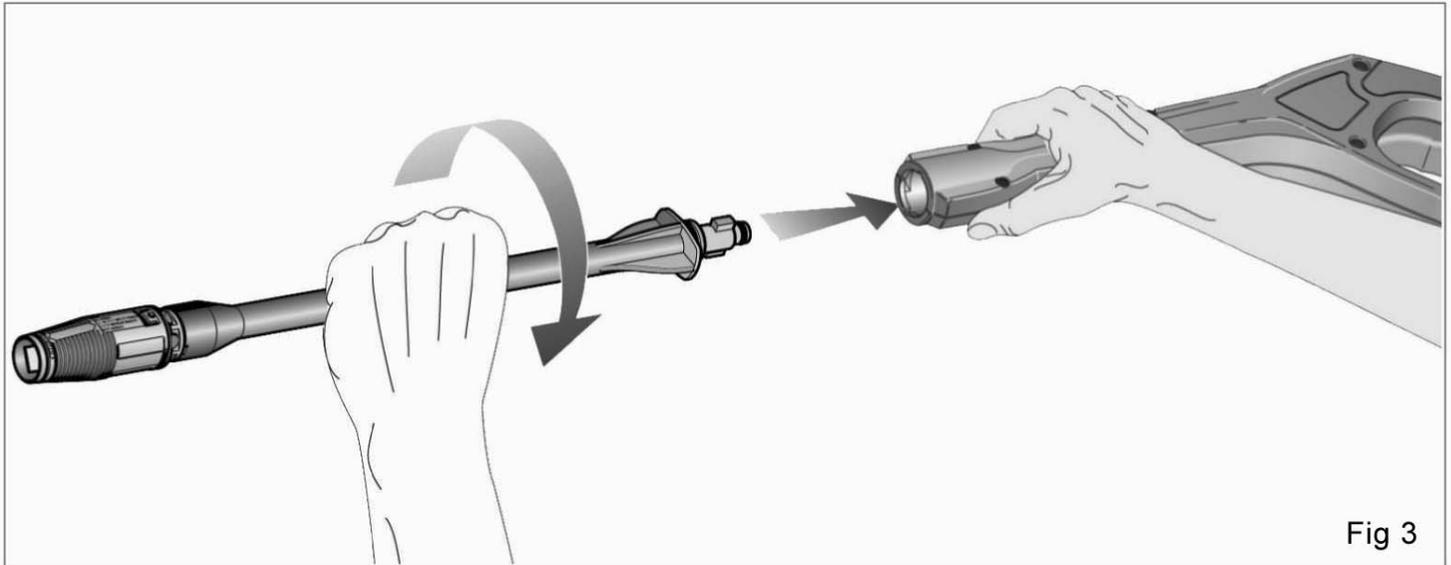

Fig 3
6. Insert the wand into the gun's quick connect coupling by pushing firmly and twisting wand ¼ of a turn to lock into place. (Fig 3)
6. Insérez le tube-rallonge dans le raccord à branchement rapide de la buse en poussant fermement et en le tournant d'un quart (¼) de tour pour le verrouiller en place. (Fig. 3)